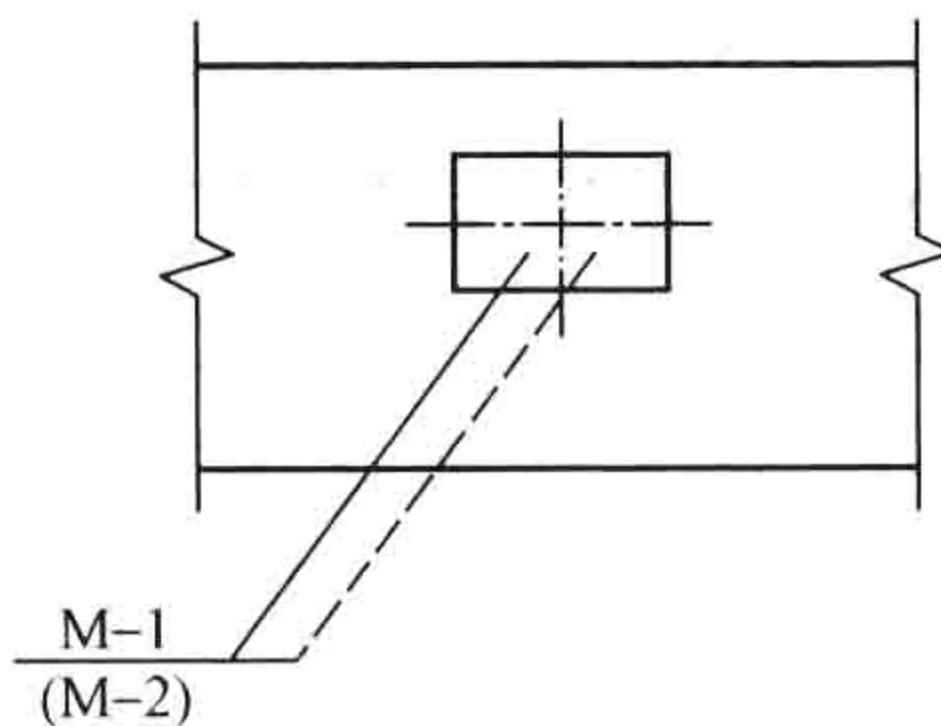

图 1-3 同一位置正、反面预埋件不相同的表示方法
③ 在混凝土构件的正、反面同一位置设置编号不同的预埋件时，可按图 1-3 的规定引一条实线和一条虚线并指向预埋件。引出横线上标注正面预埋件代号，引出横线下标注反面预埋件代号。